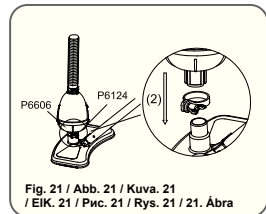

Fig. 21 / Abb. 21 / Kuva. 21 / EIK. 21 / Pvc. 21 / Rys. 21 / 21. Ábra
3. Connect the vacuum cover (P6606) to the vacuum head (P6533) and tighten it with the hose clamp (P6124). (See Fig. 21)
3. Ligue a tampa de vácuo (P6606) à cabeça de vácuo (P6533) e aperte-a com a pinça de mangueira (P6124). (Veja Fig. 21)
3. Conecte la cubierta del dispositivo de vacío (P6606) al cabezal de vacío (P6533) y ajústela con la abrazadera de la manguera (P6124). (Vea Fig. 21)
3. Stecken Sie die Saugerabdeckung (P6606) auf den Saugerkopf (P6533) und befestigen Sie diese mit der Schlauchschelle (P6124). (Siehe Abb. 21)
3. Sluit het vacuümdoeksel (P6606) aan op de vacuümkop (P6533) en zet hem vast met de slangklem (P6124). (Zie Fig. 21)
3. Collegare la copertura (P6606) alla testa dell'aspiratore (P6533) e fissarla con la fascetta stringitubo (P6124). (Vedere Fig. 21)
3. Fixez le couvercle de l'aspirateur (P6606) à la tête de l'aspirateur (P6533) et serrez-le à l'aide du collier de serrage (P6124). (Voir Fig. 21)
3. Прикрепите крышку подсоса (P6606) к головке вакуум-отсоса (P6533) и затяните хомут (P6124). (См. Рис. 21)
3. Połącz obudowę odkurzacza (P6606) z głowicą odkurzacza (P6533) i przymocuj ją opaską zaciskową (P6124). (Patrz Rys. 21)